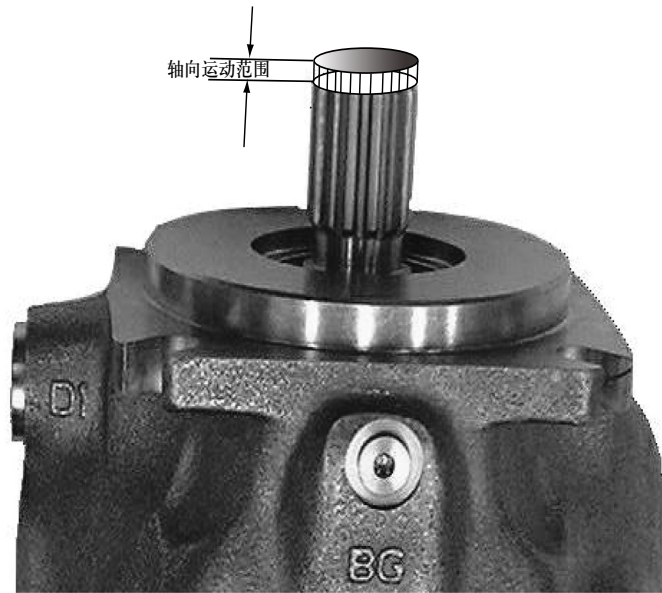

图 3
10. 抓住轴往外拉，并旋转3-5次，测量轴末端至杆子的高度。注：如果轴往下滑，必须重复步骤以获得精确测量值。见图3。